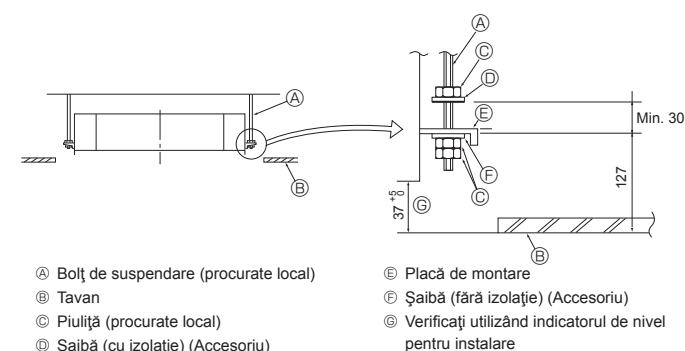

Fig. 4-5
4.5. Procedurile de suspendare a unității (Fig. 4-5)